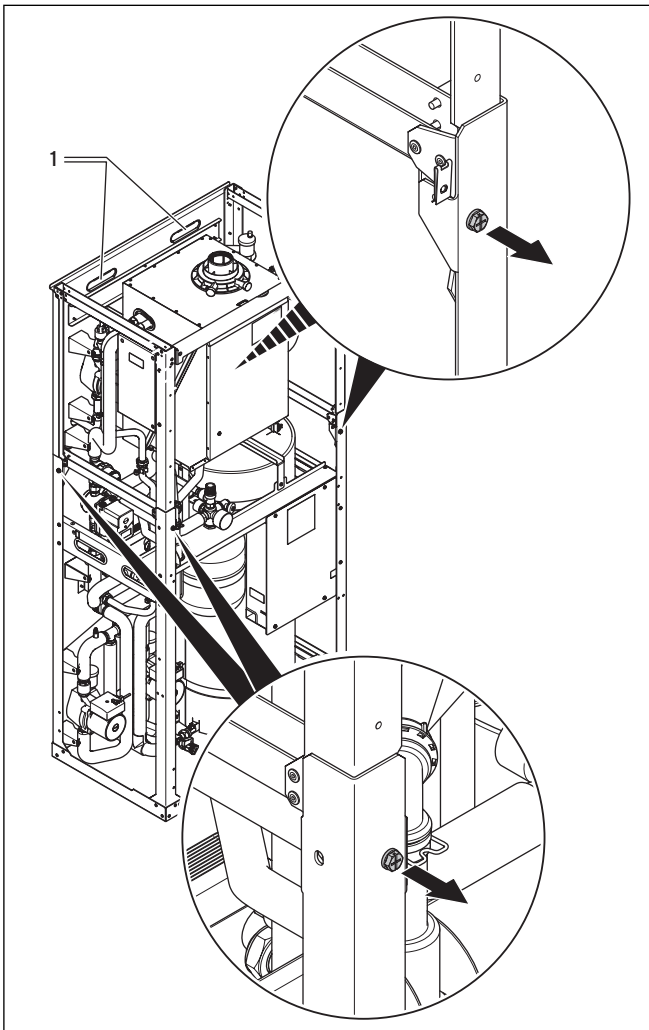

Abb. 4.14 Schrauben lösen
- Heben Sie die obere Brennwerteinheit an den vorgesehenen Griffmulden (1) mit zwei Personen von der unteren Zeolith-Einheit herunter (→ Abb. 4.14).